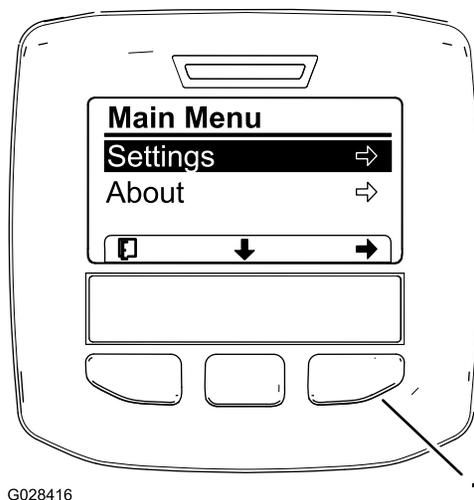
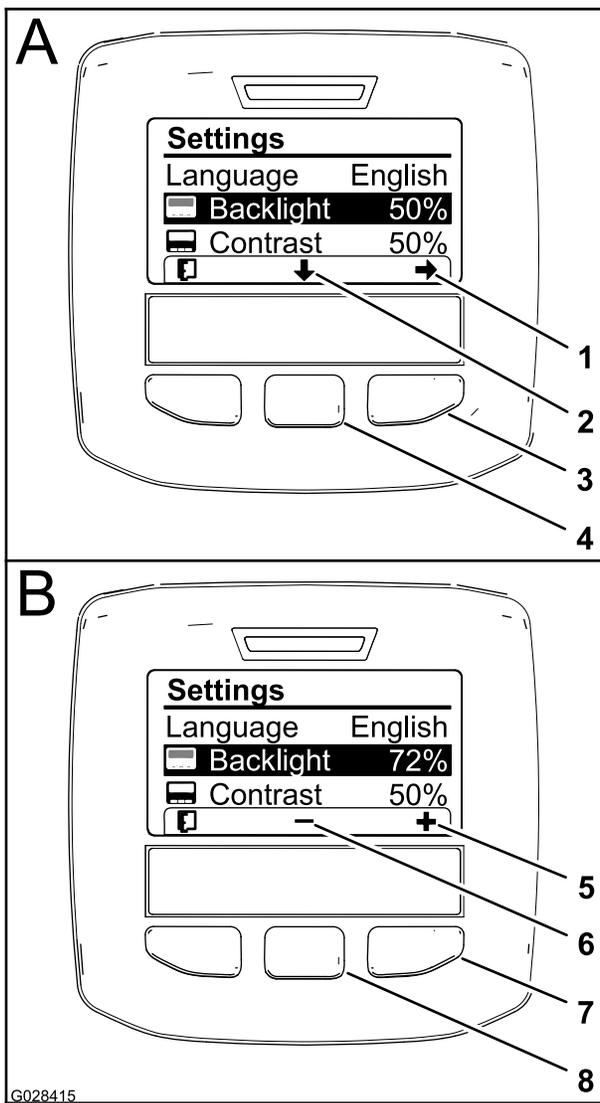

Рисунок 52
Рисунок 54
3. Нажмите среднюю кнопку выбора, чтобы получить доступ к главному меню (Рисунок 52).
5. Нажмите левую кнопку выбора, чтобы сохранить выбранный вами вариант (варианты), выйти из меню «Настройки» и вернуться в главное меню (Рисунок 52).
2. Чтобы изменить уровень подсветки дисплея, нажмите среднюю кнопку выбора (кнопка под стрелкой вниз на дисплее), чтобы выбрать настройку Backlight (Подсветка) (Рисунок 54).
3. Нажмите правую кнопку выбора, чтобы вывести на дисплей параметр для изменения величины (Рисунок 54).
4. Используйте среднюю и правую кнопки выбора, чтобы изменить уровень яркости дисплея (Рисунок 54).
- Нажмите левую кнопку выбора (кнопки под значком «список» на дисплее), чтобы сохранить выбранный вариант, выйти из меню Backlight (Подсветка) и возвратиться в меню Settings (Настройки) (Рисунок 54).
- Чтобы изменить уровень контрастности дисплея, нажмите среднюю кнопку (кнопка под значком «стрелка вниз» на дисплее), чтобы выбрать настройку Contrast (Контрастность) (Рисунок 54).
- Нажмите правую кнопку выбора, чтобы вывести на дисплей параметр для изменения величины (Рисунок 54).
- Нажмите левую кнопку выбора (кнопки под значком «список» на дисплее), чтобы сохранить выбранный вариант, выйти из меню Contrast (Контрастность) и возвратиться в меню Settings (Настройки) (Рисунок 54).
- Нажмите левую кнопку выбора, чтобы выйти из меню Settings (Настройки) и возвратиться в Main Menu (Главное меню) (Рисунок 52 и Рисунок 54).
- Нажмите левую кнопку выбора для возврата на главную страницу (Рисунок 54).